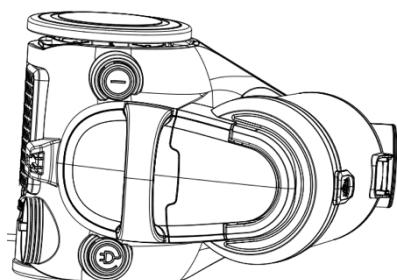

Fig.6
1. Como mostra na Fig.6, segure na alça do reservatório de pó e pressione o botão de desbloqueio.